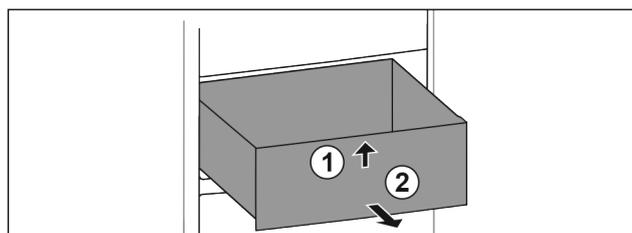

Fig. 64
- ▶ Sollevare il cassetto dal davanti. Fig. 64 (1)
- Rimuovere il cassetto tirandolo in avanti. Fig. 64 (2)